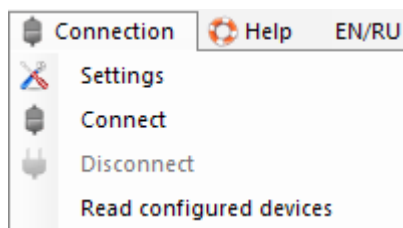

Imagen 9. Menú «Conexión»
2. El menú «**Conexión**» (Imagen 9) permite: